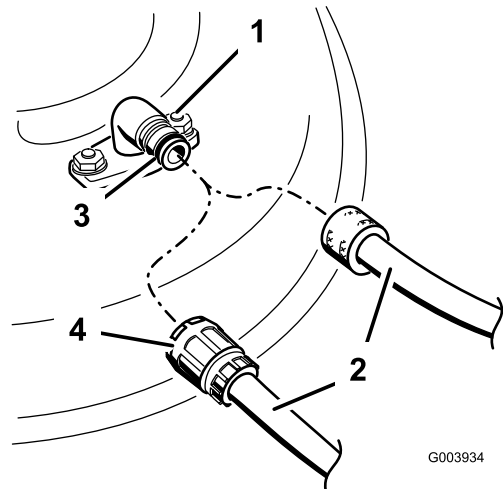

Bild 48
3. Montieren Sie die Schlauchkupplung auf die Kupplung am Mähwerk-Spülanschluss und drehen Sie das Wasser mit starkem Druck auf (Bild 48).